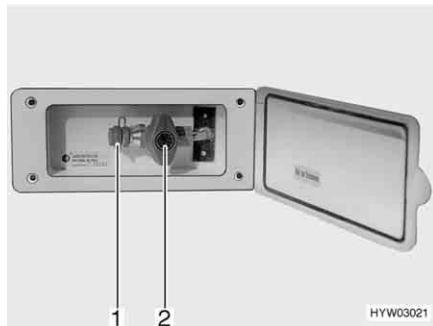

Fig. 94 Presa gas esterna (rubinetto di arresto del gas chiuso)
La presa gas esterna (Fig. 94) si trova, a seconda del modello, nella parte posteriore o sul lato destro o sinistro del veicolo.
- Collegare l'apparecchio a gas esterno all'attacco (Fig. 94,1).
- Aprire il rubinetto di arresto del gas (Fig. 94,2).